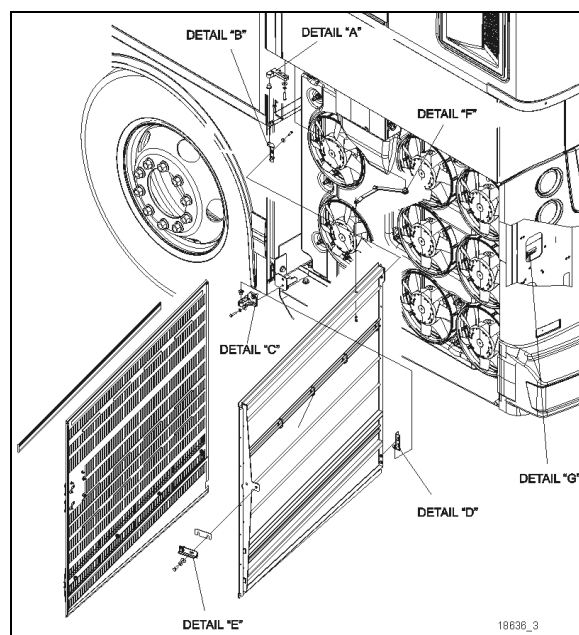

FIGURE133:PORTE DU RADIATEUR
6. Desserrer les boulons (détails "A" & "C", Figure133) supportant la charnière à la structure du véhicule pour ajuster la porte vers la gauche ou vers la droite à l'aide des rainures (trous de montage)
7. Desserrer les boulons (détails "B" et "D", Figure133) pour ajuster la porte verticalement (de haut en bas)